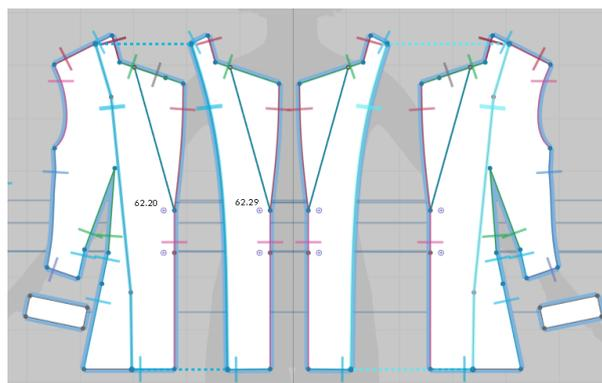

图 5-3-17 挂面部位缝合
(1) 选择 2D 视窗工具栏中“ (自由缝纫)”工具，分别对挂面与前片对应位置进行等长缝合，如图 5-3-17 所示。
(2) 选择 2D 视窗工具栏中“ (自由缝纫)”工具，分别对左右袋盖上边线与衣身前片对应位置缝合。